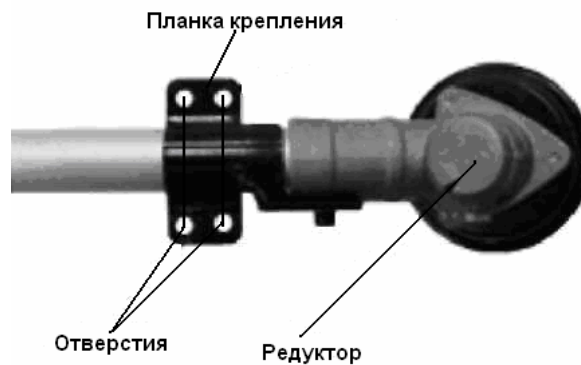

Рис. 4
- Состыковать отверстия в защитном кожухе с отверстиями в планке крепления. (рис.4)